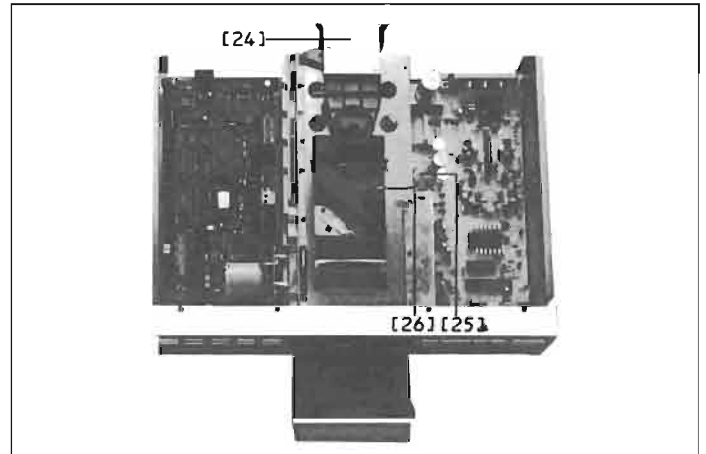
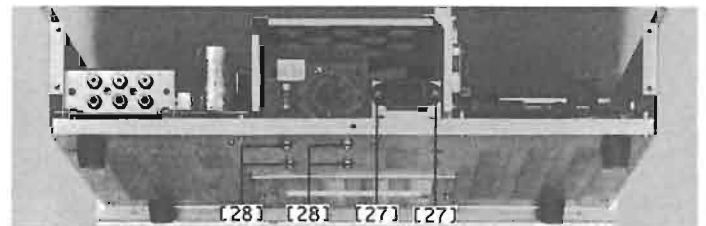
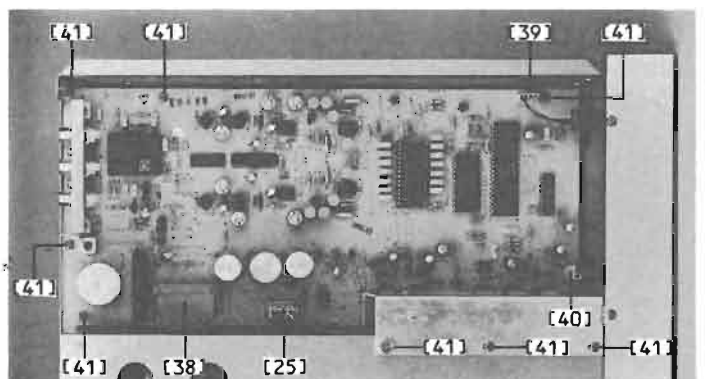

Fig. 2.9
Fig. 2.10
Fig. 2.12
→ Fig. 2.9 / fig. 2.10
→ fig. 2.9 / fig. 2.12
-> fig. 2.12 / fig. 2.13